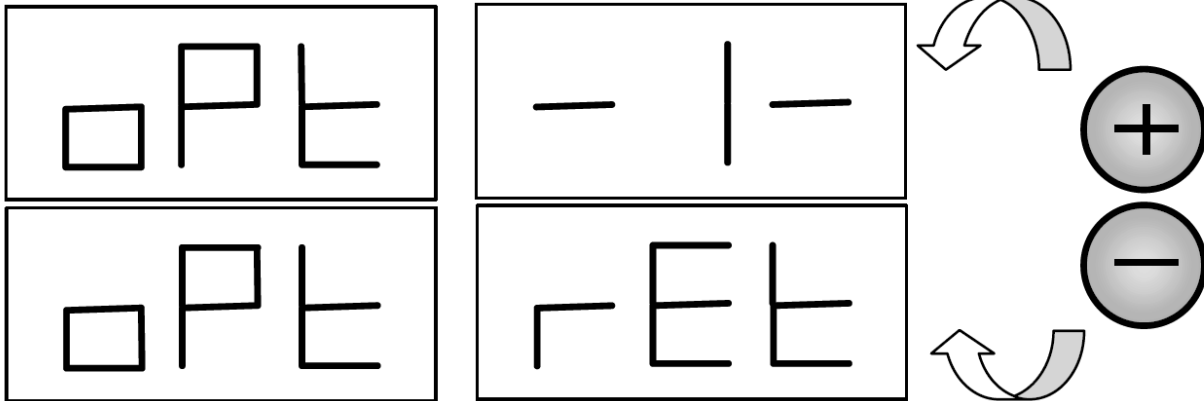

Bild F5.1 – Zugriff auf das Optimierungsprogramm
1. Drücken Sie [F+P4]. Das Display wird die Optionen, wie in Bild F5.1 anzeigen. Drücken Sie [P4] oder [P5] und wählen Sie die Option oPt -1- um fortzufahren, oder oPt rEt, um zum vorherigen Programm zurück zu kehren. Bestätigen Sie die Auswahl mit [F+P4].